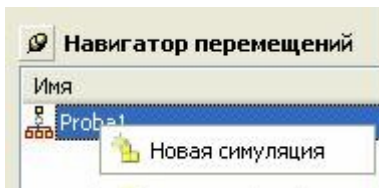
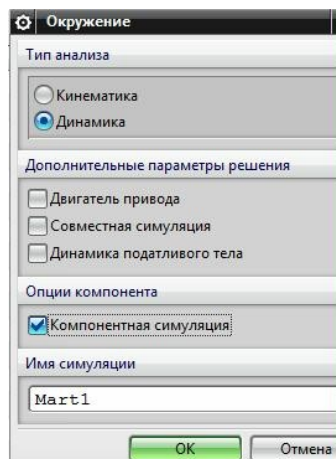
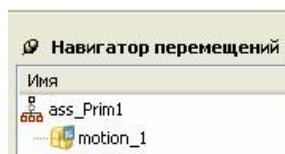

Рис.19
рис.20
Рис.23
•Мы ставим курсор на эту строку, и в контекстном меню (рис.19) выбираем команду *Новая симуляция*. В ответ система предоставляет диалоговое окно “Окружение” (рис.20).
•**ИМЕЙТЕ В ВИДУ**, что диалоговое окно *Окружение* (рис.20) вы всегда можете вызвать следующим образом:
•Имя проекта симуляции вы можете задать в поле “*Имя симуляции*” (рис.20). По умолчанию система всегда предлагает имя *motion_1*.
•После нажатия на клавишу ОК в окне рис.20 в рабочем поле ничего не изменится, а состояние *Навигатора перемещений* станет таким, как на рис. 23. Под строкой с именем статической сборки появится строка с именем проекта симуляции.
А если вы нажмете **Отмена**, то в навигаторе перемещений останется только единственная строка *motion_1* (рис. 23). И далее вам придется «вручную» определять и детали механизма, и кинематические пары между ними.
•Итак, в нашей ситуации состояние навигатора перемещений остается таким, как на рис.23.